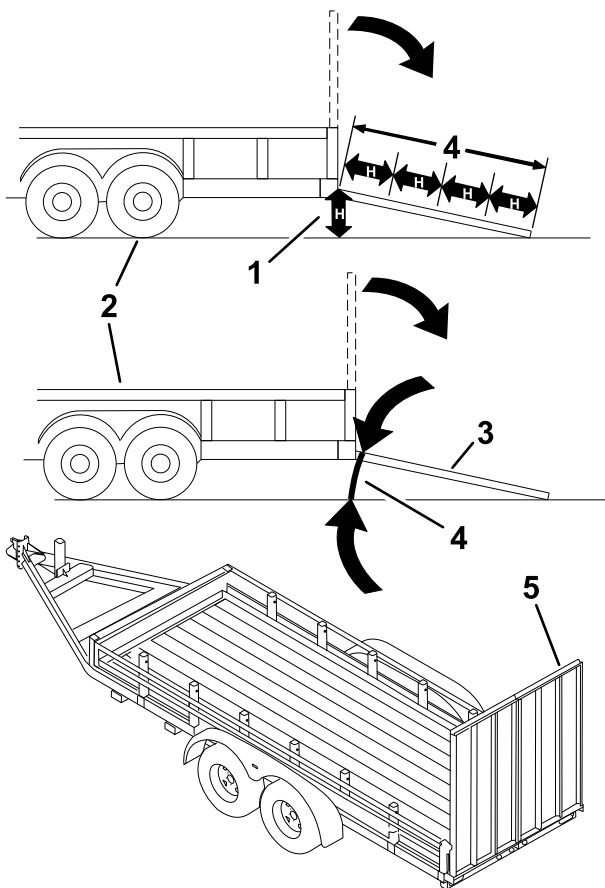

図 59
マシンをトレーラなどに搭載する作業は、機体を転倒させる危険をはらんでおり、万一そのような事故が起こると死亡事故など重大な人身事故となる 図 59。
3. ランプ板を下ろす 図 59。